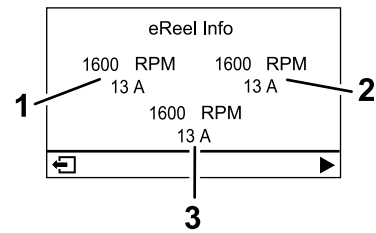

Figura 23
- **Pantalla de motores eReel (Figura 23):** muestra la velocidad y la corriente de cada motor de las unidades de corte.